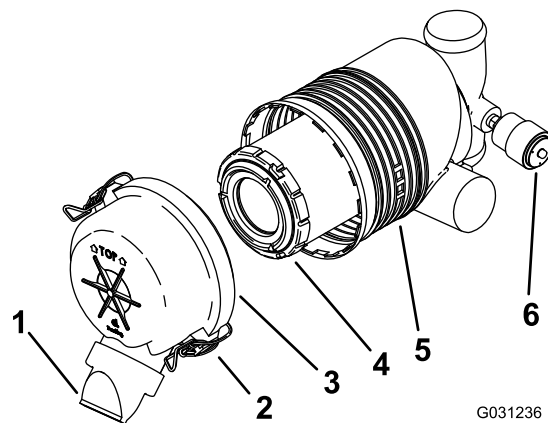

Figura 30
Importante: Sostituite il filtro dell'aria solo quando la spia di servizio è rossa (**Figura 30**). Sostituendo il filtro dell'aria prima del necessario si aumenta il rischio che la morchia entri nel motore quando si toglie il filtro.
5. Rilasciate i dispositivi di fermo del filtro dell'aria e togliete il coperchio dal corpo del filtro (**Figura 30**).
- Se l'indicatore di servizio è pulito, montate la copertura del filtro dell'aria con il coperchietto antipolvere orientato verso il basso e fissate i fermi (**Figura 30**).
1. Estraete con cautela il filtro dal corpo del filtro dell'aria (**Figura 30**).
3. Montate il filtro con attenzione (**Figura 30**).
4. Montate la copertura del filtro dell'aria con il coperchietto antipolvere orientato verso il basso e fissate i fermi (Figura 30).